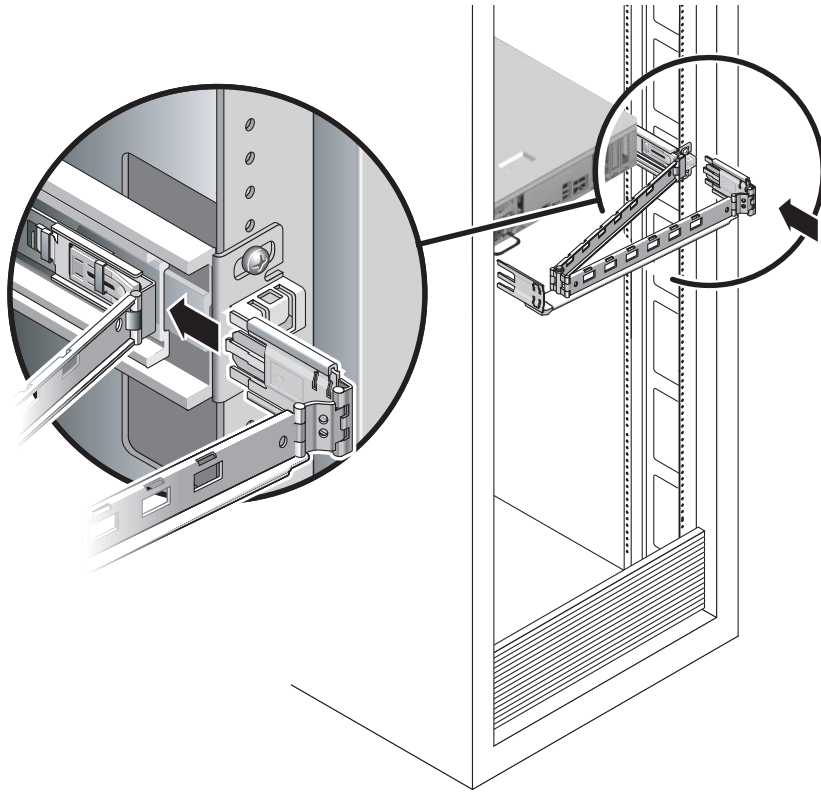

FIGURA 2-10 Montaggio del connettore esterno del braccio per la gestione dei cavi
3. Inserire l'estensione più grande all'estremità della guida di destra (FIGURA 2-10).